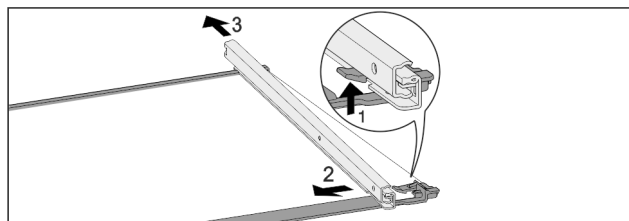

Fig. 125 Glasplaat met rails
- Voorste vergrendelhaak naar boven duwen. Fig. 125 (1)
- Uitschuifrail naar de zijkant Fig. 125 (2) en naar achteren Fig. 125 (3) wegschuiven.